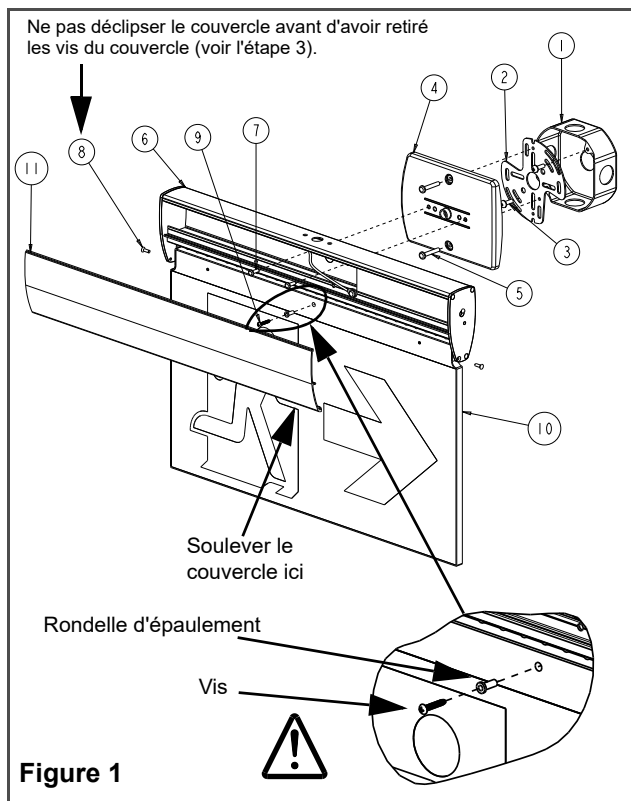

Figure 1
3. Retirer les 2 vis inférieures (8) de la face avant du couvercle et les mettre de côté pour les réinstaller ultérieurement. (voir figure 1)
4. Détacher manuellement le couvercle (11) en soulevant le bas du couvercle et le retirer. Remarque: si le couvercle est difficile à soulever, utilisez un tournevis à tête plate pour faire délicatement levier sur le couvercle à l'endroit indiqué dans la figure 1.
#### Montage mural (voir figure 1)
La vis et la rondelle d'épaulement (point 9 dans les figures 1 et 2) doivent être installées pour fixer le panneau et éviter qu'il ne glisse lors de l'installation et de l'entretien. Le couvercle avant (11) doit être fixé à l'aide des vis (8) (voir étape 10) sauf pendant l'installation ou l'entretien.